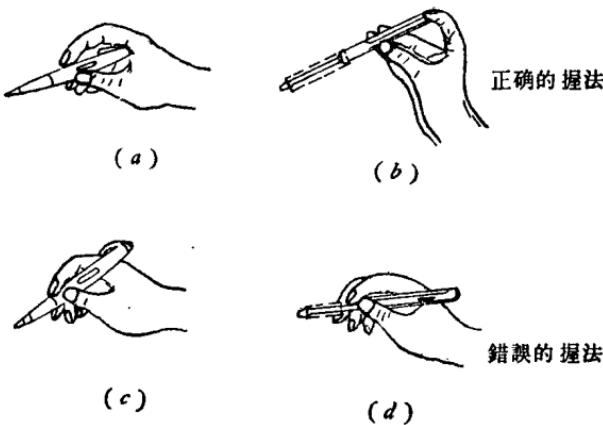

图 1-2 验电笔的握法
1. 用大姆指、食指和中指握住笔身中部，使皮肤接触笔尾的金属体（如图1-2, a）。
2. 以食指抵住笔尾，用大姆指、中指和无名指夹住笔身（如图1-2, b）。这样，通过驗電筆的极微弱的电流就能使